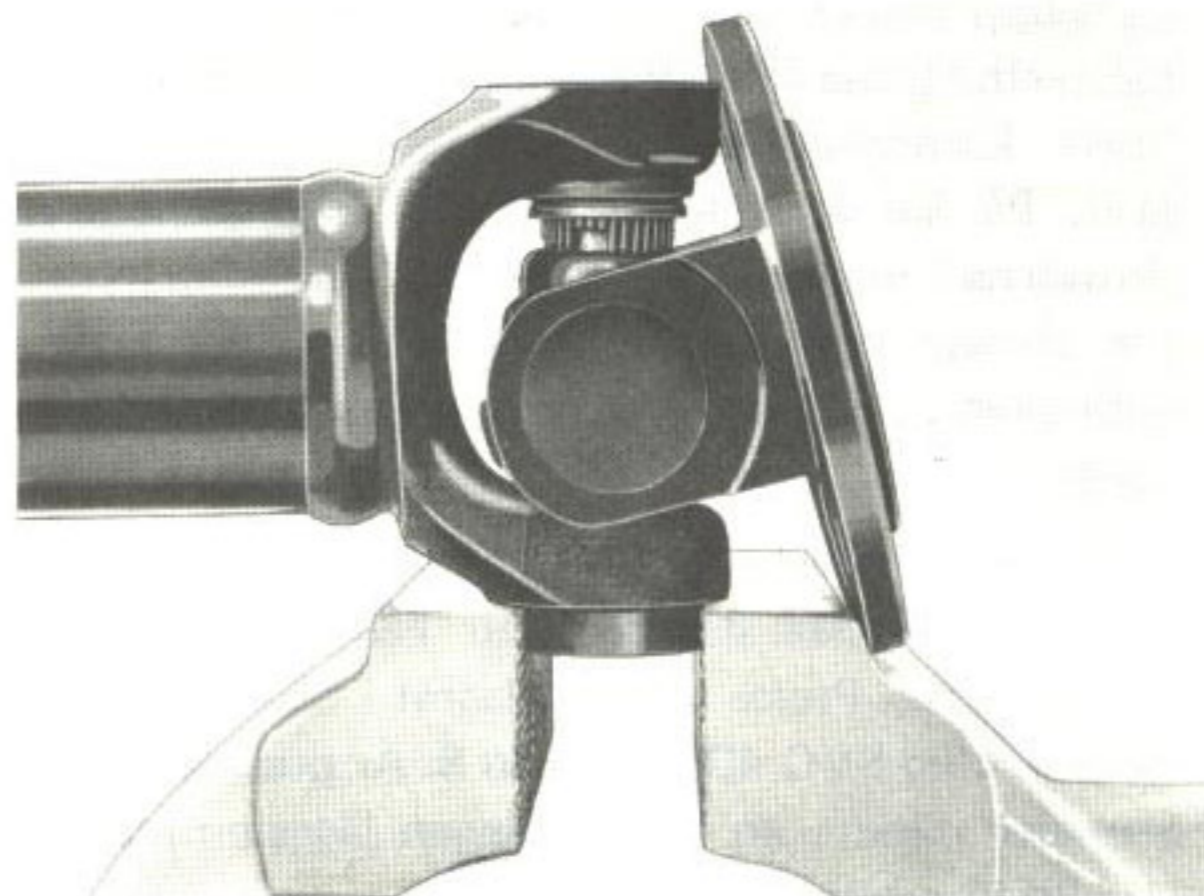

Bild 11. Utdragning av lagerhållare
4. Dra ut lagret ur gaffeln genom att spänna fast lagerhållaren i skruvstycket och dra i kardanaxeln uppåt samtidigt som den vrids (bild 11).
7. Dra ut lagren enligt punkt 4 (bild 11).